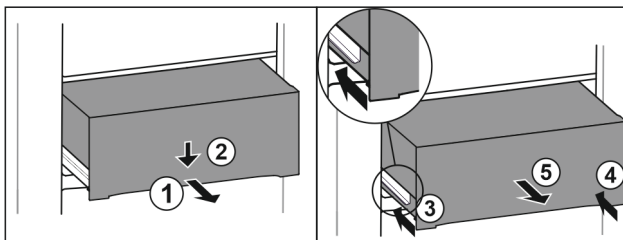

Fig. 167
- ▶ Вытяните выдвижной ящик наполовину. Fig. 167 (1)
- ▶ Вдавите выдвижной ящик в передней части вниз. Fig. 167 (2)
- ▶ Задвиньте левую направляющую прим. на 2 см. Fig. 167 (3)
- ▶ Задвиньте правую направляющую прим. на 2 см. Fig. 167 (4)
- ▶ Извлеките выдвижной ящик движением вперед. Fig. 167 (5)